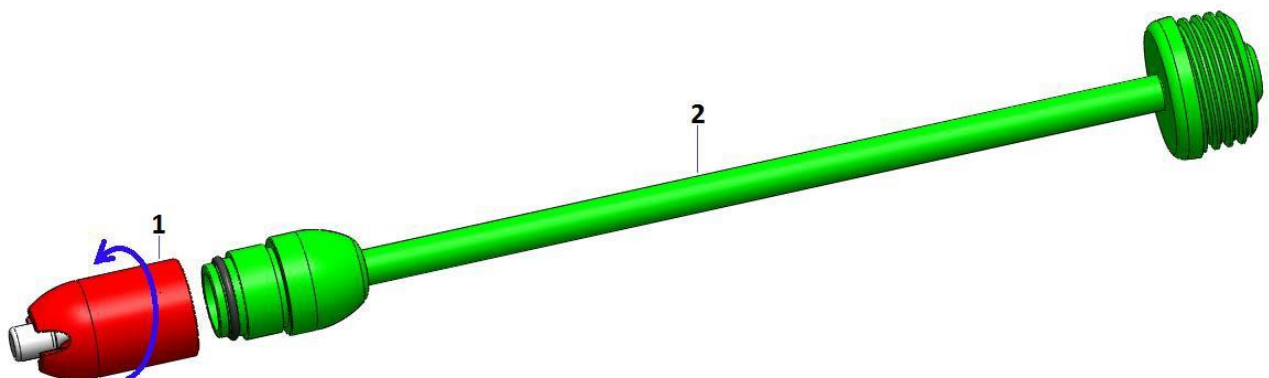
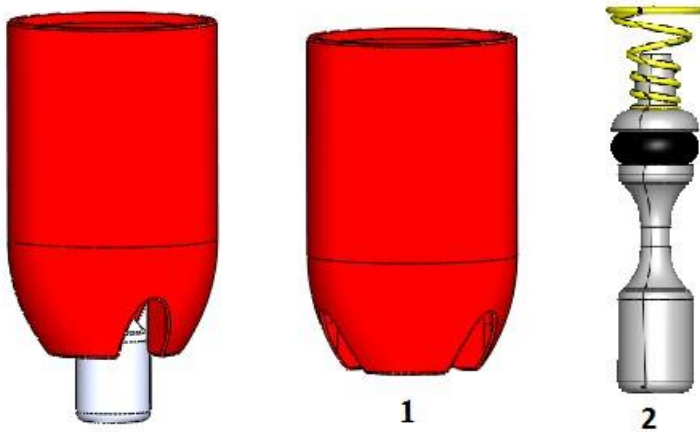

Abbildung 5
Abbildung 6
Um das Ventil (1) und die Leitung (2) in Abbildung 5 zu trennen, muss das Ventil gegen den Uhrzeigersinn gedreht werden. Bitte beachten, dass der Ventilkolben leicht herausfallen wird (siehe Teil 2, Abbildung 6).
Das Ventil besteht aus zwei Hauptbestandteilen (siehe Abbildung 6): Ventilgehäuse (1) und Ventilkolben (2).